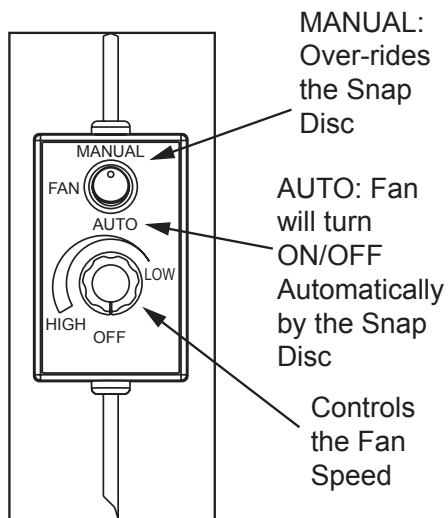

Figure 15.2
2. Le ventilateur de convection est équipé d'un réglage de la vitesse. Pour changer la vitesse du ventilateur, tournez le réglage dans le sens des aiguilles d'une montre sur « Low » (bas) ou dans le sens contraire aux aiguilles d'une montre sur « High » (haut) (**Figure 15.2**).